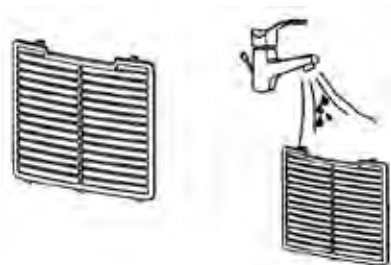

Fig. 2
2. Nettoyez délicatement le filtre avec un aspirateur pour enlever la poussière. Si nécessaire, lavez le filtre avec de l'eau tiède savonneuse. NE PAS UTILISER D'ALCOOL, DE BENZÈNE OU D'AUTRES PRODUITS AGRESSIFS (Fig. 2). Laissez le filtre sécher naturellement, puis réinsérez-le dans son logement (Fig. 3). N'utilisez pas de sèche-cheveux ou de feu pour sécher le filtre.